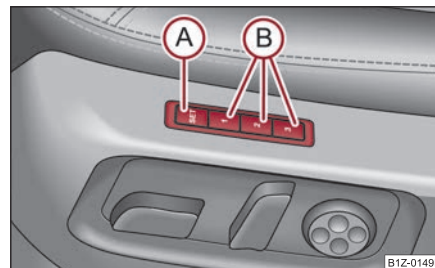

Fig. 78 Asiento del conductor: Teclas de memoria y la tecla SET
- Pulse la tecla **SET**  ⇒ fig. 78.
La memoria para el asiento le ofrece la posibilidad de memorizar la posición individual de asiento del conductor y del espejo retrovisor exterior. A cada una de las tres teclas de memoria  ⇒ página 79, fig. 78 se puede asignar una posición individual, es decir, tres en total. Después de pulsar la correspondiente tecla de memoria , el asiento y los retrovisores exteriores adoptarán automáticamente las posiciones asignadas a esta tecla ⇒ página 80.
- **Dispositivo automático de pulsación breve de la memoria:** Pulse brevemente la tecla de memoria deseada (B) ⇒ página 79, fig. 78. El asiento y los retrovisores exteriores adoptarán automáticamente las posiciones memorizadas (esto sólo es válido si el encendido está conectado y la velocidad es inferior a 5 km/h).
- **Pulsación prolongada de Memory:** Pulse y mantenga la tecla de memoria deseada (B) pulsada hasta que el asiento y los retrovisores exteriores se hayan desplazado a las posiciones memorizadas.